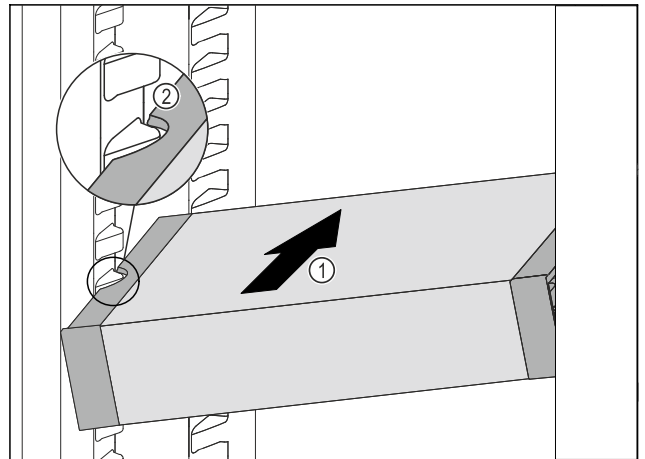

Fig. 131
- ▶ VarioSafe schräg in das Kühlteil einschieben Fig. 131 (1), bis sich die seitlichen Aussparungen Fig. 131 (2) des VarioSafes auf Höhe der Behälterrippe im Kühlteil befinden.